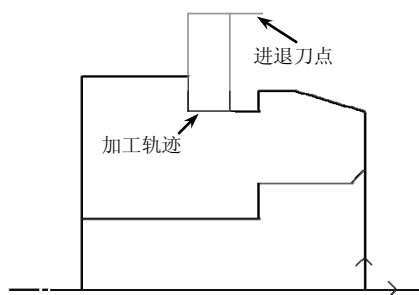

图 6-149 切槽加工轨迹
(3) 确定进退刀点 指定一点作为刀具加工前和加工后所在的位置，如图 6-149 所示。要保证选取的点在进退刀时不会与工件发生干涉。
(4) 生成刀具轨迹 当确定好进退刀点后，系统会自动生成绿色的刀具轨迹，如图 6-149 所示。